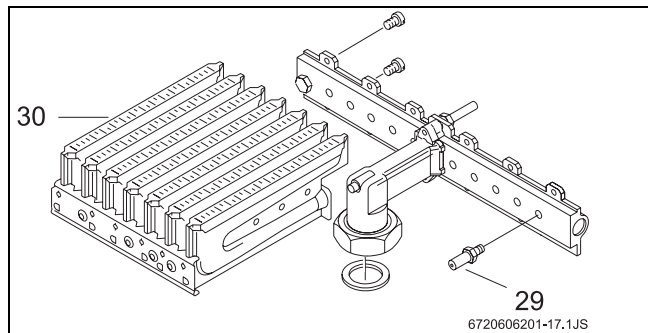

Fig. 17
- Smontare entrambe le rampe degli ugelli (→Fig. 17, pos. 30) e sostituire gli ugelli (→Fig. 17, pos. 29).